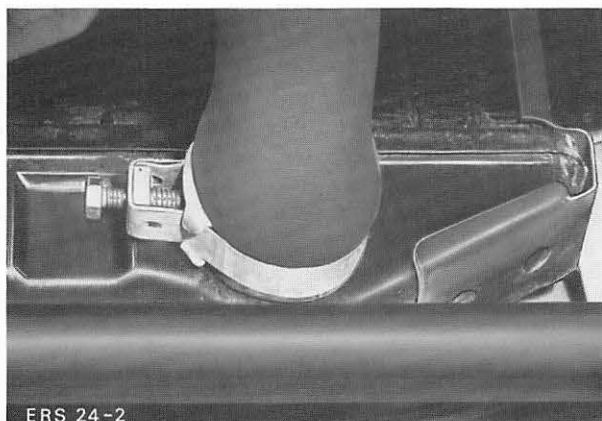

Abb. 180 Kühlerschlauch vom Kühler entfernen
1. Batterie-Massekabel abklemmen. Kühlflüssigkeit in Auffangwanne ablassen, dazu Kühlerschlauch unten vom Kühler, Abb. 180, und oben vom Wasserauslaßstutzen-Motor entfernen.